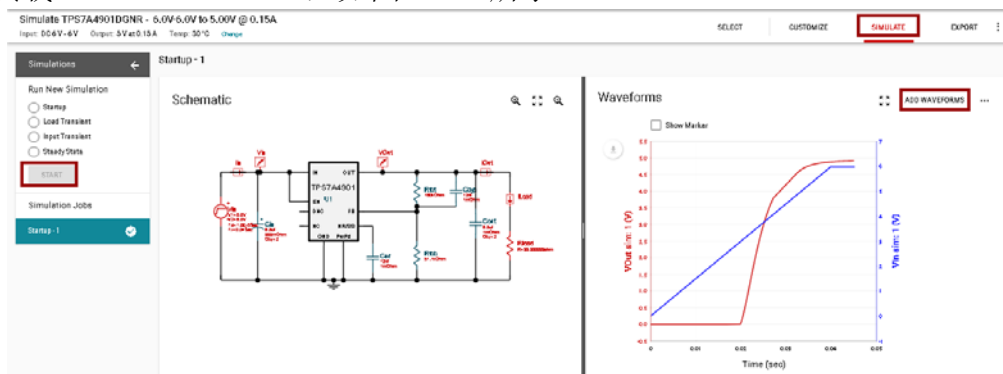
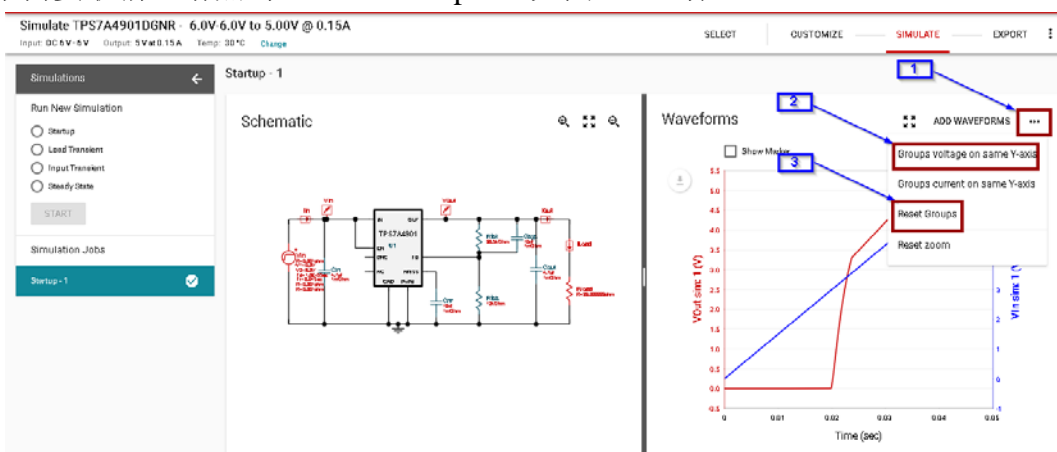
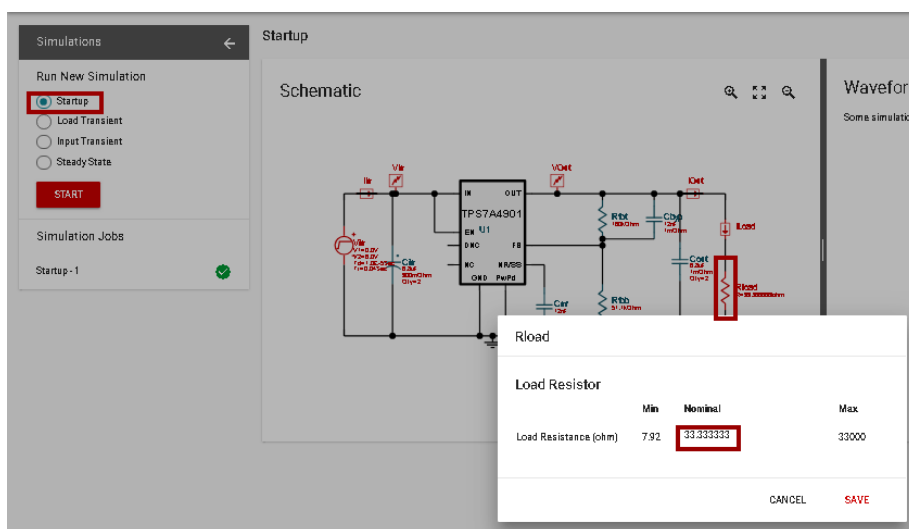

图 2.2.2 电气仿真页面
图 2.2.4 坐标轴比例尺
图 2.2.6 改变仿真电路负载电阻
2. 点击“SIMULATE”按钮，进入电气仿真页面。本实验中负载电流 $I_{out} = 150mA$ ，因此负载 $R_{load} = 33.3\text{ ohms}$ ，如图 2.2.2 所示
- 点击下图中标记 1 的按钮，将会出现波形控制的下拉菜单。点击“Group voltage on same Y-axis”（如图 2.2.4 中标记 2），这将使 $V_{in}$ 和 $V_{out}$ 波形使用相同的坐标轴比例尺。如果需要取消，请点击“Reset Groups”（如图 2.2.4 标记 3）。
7. 为了对其他负载条件进行仿真，我们需要改变仿真电路中的负载电阻（Load Resistance）。如图 2.2.6 所示，在页面左侧再次选择“Startup”仿真类型，然后点击原理图中的 Rload。在弹出的对话框中点击“update”，输入我们想要的电阻值，然后点击“SAVE”。设置好负载电阻后，点击“START”按钮开始仿真。仿真结束以后，之前的仿真结果（如图 2.2.2）会和新的 $V_{in}$ 及 $V_{out}$ 一起显示在波形图上。我们将看到不同负载条件下的 $V_{in}$ 和 $V_{out}$ 波形。重复步骤 5 来调整坐标轴（如图 2.2.4），并重复步骤 6 来记录新的数据。